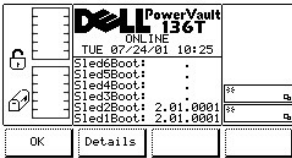

图 124. 关于 > 详细说明对话框（第三屏）
- 1 如果按下 **详细说明** 软键下方的按钮，则显示下一个对话框。请参见 图 124。